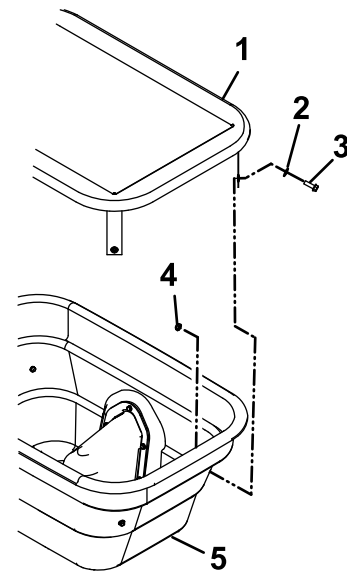

Figura 11
1. Sujete la tapa a la tolva en dos lugares, insertando un perno (1/4" x 3/4") con arandela por el anillo de goma de la pestaña de la tapa y por la tolva, como se muestra en la Figura 11.